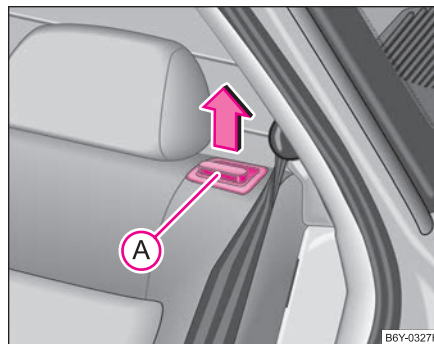

Fig. 52 Deblocarea spătarelor scaunelor din spate
- Trageți butonul de deblocare A și pliați spătarul scaunului din spate ⇒ fig. 52.
- Asigurați-vă că partea roșie a butonului de siguranță **(A)** nu se vede ⇒ pagina 71, fig. 52.
Scaunul din spate este echipat cu o semnalizare a siguranței spătarului. La deblocarea spătarului banchetei din spate, butonul de siguranță **(A)** ⇒ pagina 71, fig. 52 iese cu suprafața roșie. Când spătarul scaunului este blocat corect, butonul de siguranță intră în spătar și nu este vizibil.